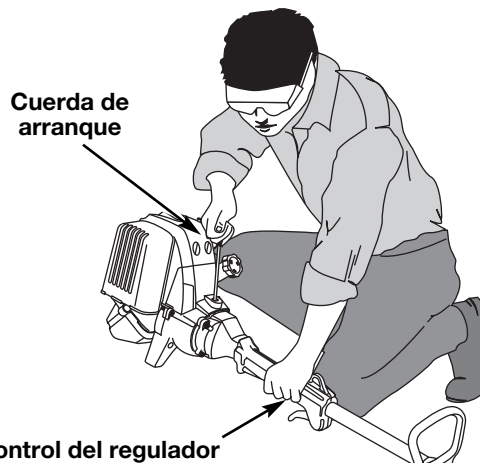

Fig. 11
5. Soporte en la posición de arranque y **no apriete el control de regulador** (Fig. 11). Tire bruscamente del cordón de arranque hasta 5 a 10 veces.